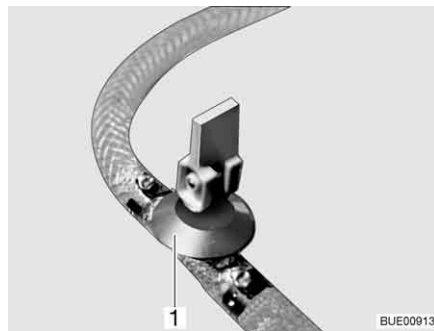

Fig. 162 Rubinetto di scarico
- Chiudere il rubinetto/i rubinetti di scarico. A questo scopo posizionare orizzontalmente la leva a bilanciere (Fig. 162,1).
- Aprire il rubinetto/i rubinetti di scarico (Fig. 162). A questo scopo posizionare verticalmente la leva a bilanciere (Fig. 162,1). Il boiler viene svuotato verso l'esterno.